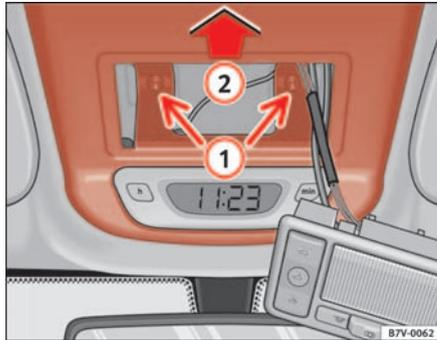

Abb. 69 Notbetätigung
- Den Kopf des Schraubenziehers drehen und die beiden Phillips-Kreuzschlitz-Schrauben ① ⇒ Abb. 69 herausdrehen.
- Die Abdeckung in Pfeilrichtung ② schieben und abnehmen. ⇒ Abb. 69